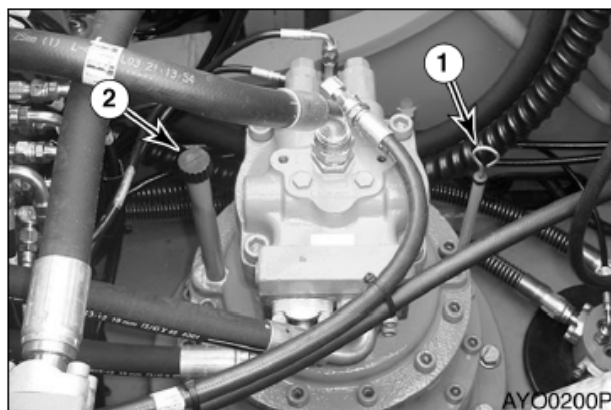

Рис. 21
1. Удалить щуп (1, рис. 21) и вытереть масло чистой тряпкой.
2. Вставить щуп полностью (1, рис. 21) в направляющую трубку.
4. Если уровень масла не достигает отметки **L** (Минимум) на щупе, следует добавить масло через заливное отверстие (2, рис. 21).